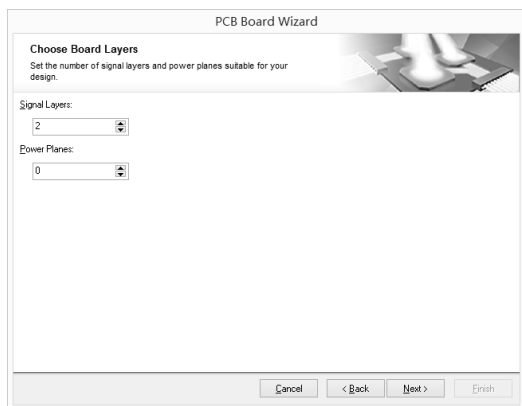

图 3.2.13 PCB 板信号层和内部电源层数目设置
(5)单击“Next”按钮,进入下一个窗口,对 PCB 板的 Signal Layers(信号层)和 Power Planes(内部电源层)数目进行设置,如图 3.2.13 所示。本例设计双面板,故信号层数为 2,电源层数为 0,不设置电源层。